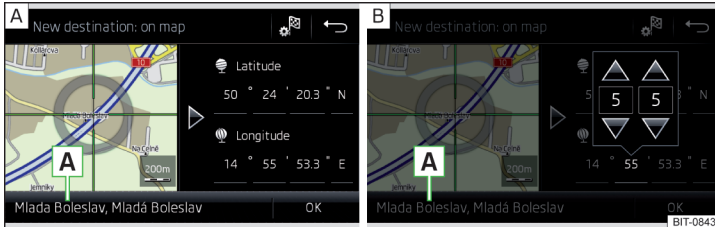

Abb. 218 Ziel eingeben: über den Kartenpunkt / mithilfe von GPS-Koordinaten
- Durch Bildschirmberührung das gewünschte Ziel in das Fadenkreuz verschieben » [Abb. 218 - \[A\]](#).
- Die Werte der GPS-Koordinate nacheinander antippen und einstellen » [Abb. 218 - \[B\]](#).
Sind in den Navigationsdaten des Infotainments Informationen zum eingegebenen Punkt verfügbar, dann werden diese statt der GPS-Koordinaten angezeigt (bspw. Adresse **A** » Abb. 218).